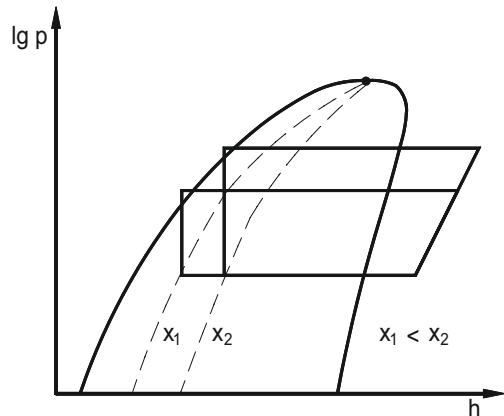

Abb. 1.1 Beeinflussung des Drosseldampfgehaltes x am Drosselorganaustritt
5. Im $\lg p, h$ -Diagramm in Abbildung 1.1 sind zwei Kältemittelkreisprozesse eingetragen. Werten Sie den Einfluss der deutlich veränderten Betriebskenngrößen auf den Betrag des Drosseldampfgehaltes x .